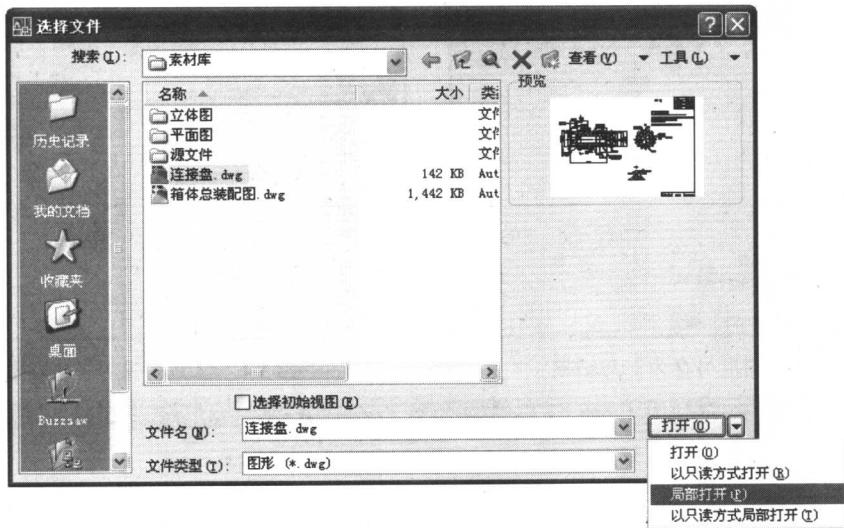

图 1-8 【选择文件】对话框
- ① 在命令行中直接执行 OPEN 命令或选择【文件】→【打开】命令，弹出【选择文件】对话框，如图 1-8 所示。